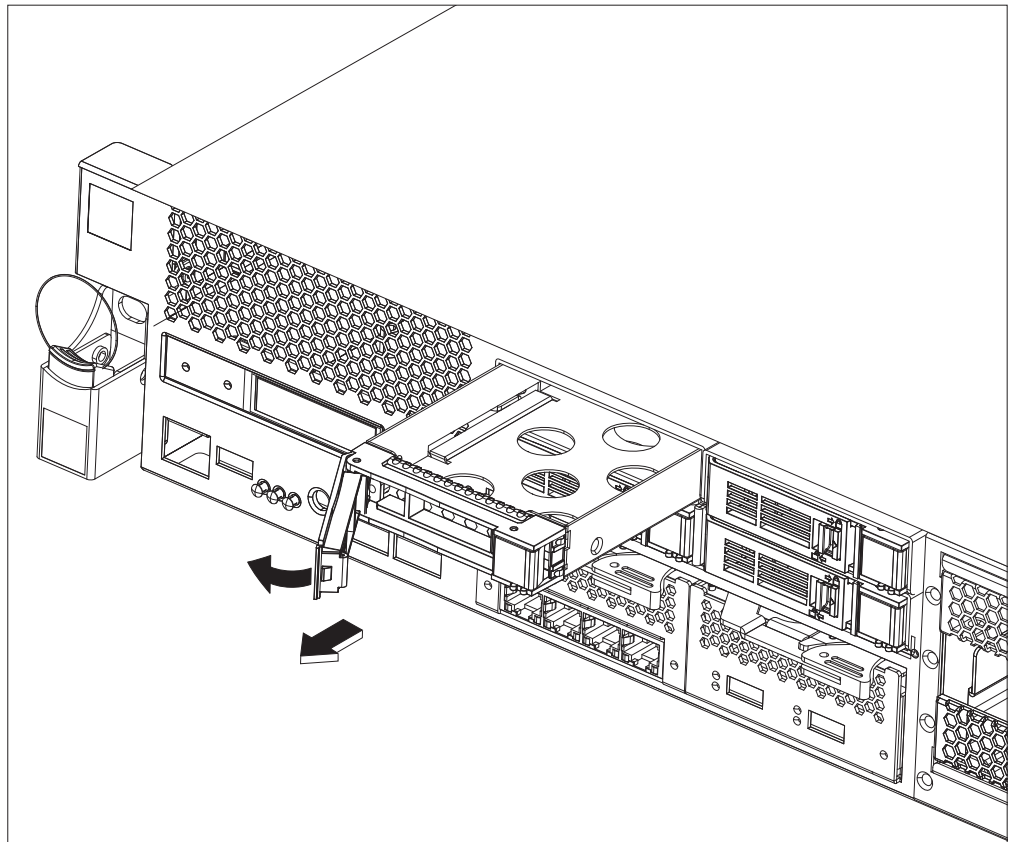

図 17. ハード・ディスク・モジュールの取り外し (Type 7199)
2. 青色のボタンを押します。レバーが跳ねて開きます。図 17 に、以下の手順の図を示します。